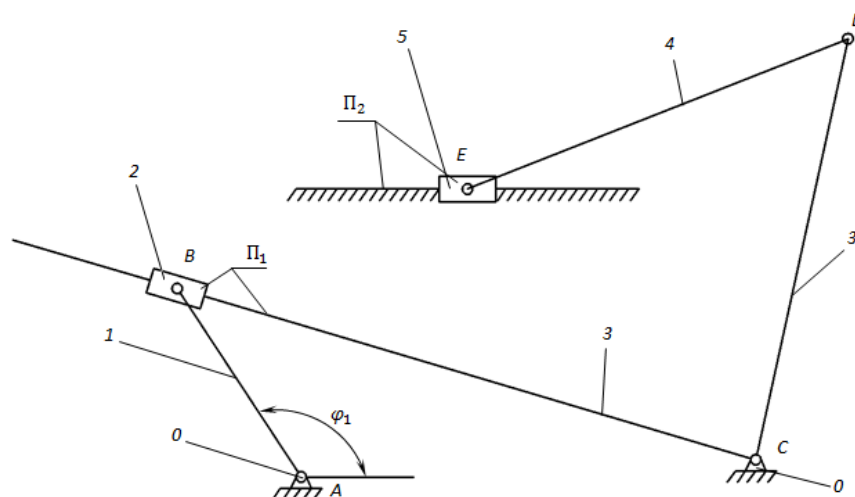

Рис. 1. Кривошипно-ползунный механизм
**Пример.** Провести структурный анализ кривошипно-ползунного механизма (рис. 1).